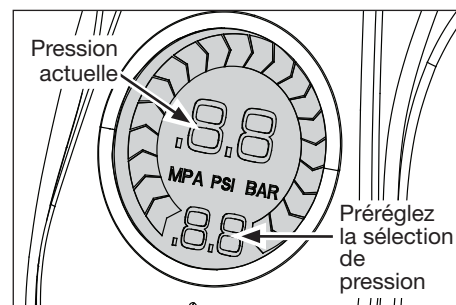

Figure 7 - Remplacer le fusible
6. Lorsque l'article atteint la fermeté voulue, enfoncez le bouton de courant à nouveau pour arrêter le gonflement. La pression réelle apparaîtra alors sur la jauge numérique. (Voir la figure 7).